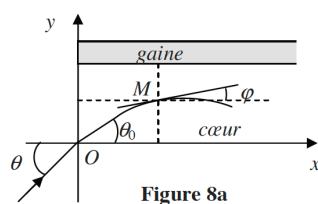
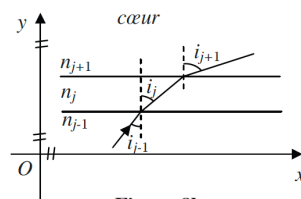

Figure 8a
Figure 8b
11. Soit un point M du rayon lumineux repéré par ses coordonnées (x, y) . On introduit φ , l'angle formé en M entre la tangente au rayon lumineux et l'axe Ox comme indiqué en figure 8a. En considérant le coeur comme un milieu stratifié formé de milieux d'indices $n_0, n_1, \dots, n_j, \dots$ limités par des dioptries plans parallèles, d'équation $y = \text{cste}$ (figure 8b), quelles relations lient les indices n_{j-1}, n_j , et n_{j+1} aux angles d'incidence i_{j-1}, i_j, i_{j+1} ? En considérant que cette propriété est valable pour une fibre à gradient d'indice, que peut-on dire de la quantité $n(y) \cdot \cos(\varphi)$. Exprimez-la en fonction de n_c et $\theta_0 = \arcsin\left(\frac{n_a \cdot \sin(\theta)}{n_c}\right)$.